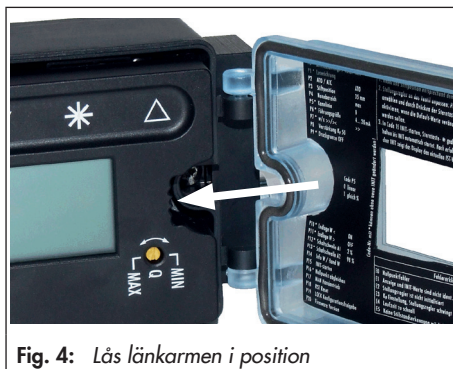

Fig. 4: Lås länkarmen i position
5. Placera tätning (15) i spåret på lägesställarens hus.
6. Placera lägesställaren på ställdonet så att pin (2) vilar på klämman (3). När detta görs, tryck på räfflad yta enligt fig. 4 för att låsa länkarmen i sitt övre läge.
När detta görs, lås länkarmen i övre läget (se Fig. 4 på sid 14).